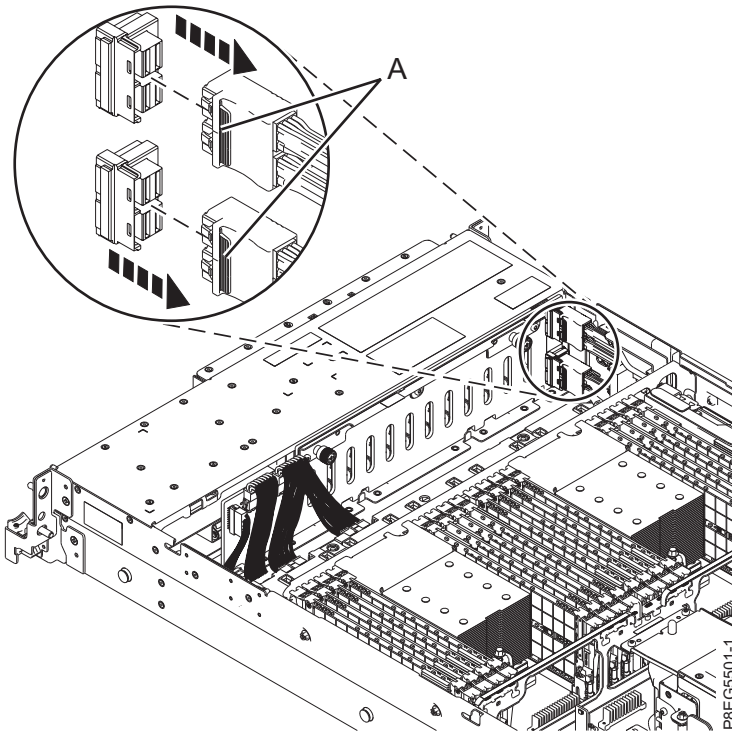

Figure 10. Retrait des câbles SAS avant du fond de panier de l'unité de disque
3. Étiquetez les câbles SAS avant qui sont connectés à la carte SAS RAID interne à retirer. Appuyez sur le taquet (A) et débranchez le connecteur du câble du fond de panier de l'unité de disque, comme illustré à la figure 10. Laissez l'autre extrémité des câbles branchée au connecteur P1 ou P2 de la carte SAS RAID interne jusqu'à ce que vous soyez invité à les déconnecter.